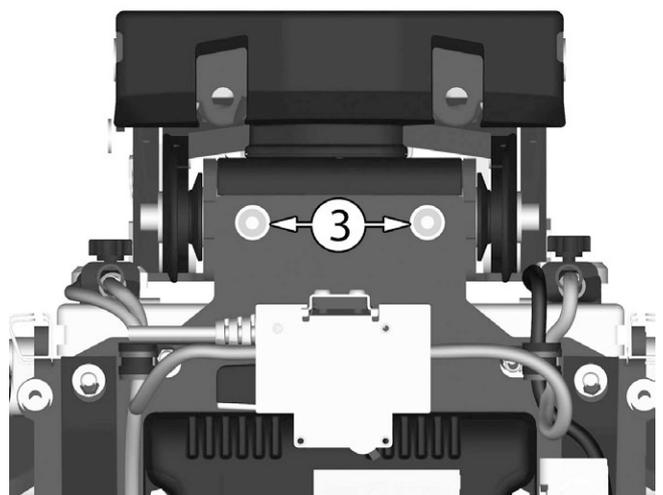

Abbildung 76. Die beiden Schrauben, die die AP Sitzhöhenverstellung an der Hinterkante halten.
12. Die beiden Schrauben (3), die die AP Sitzhöhenverstellung an der Hinterkante halten. Siehe Abbildung. 76.